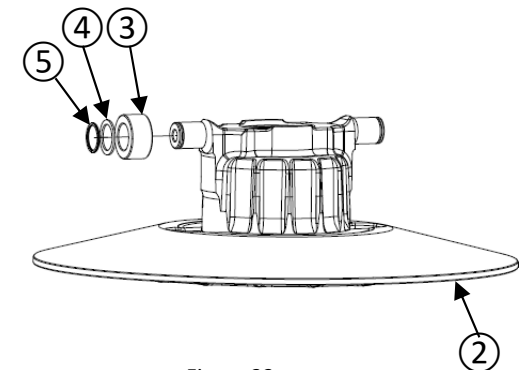

Figure 23
- Retirez les 2 rondelles ④ et les 2 rouleaux ③ du flasque coulissant ② (figure 23).